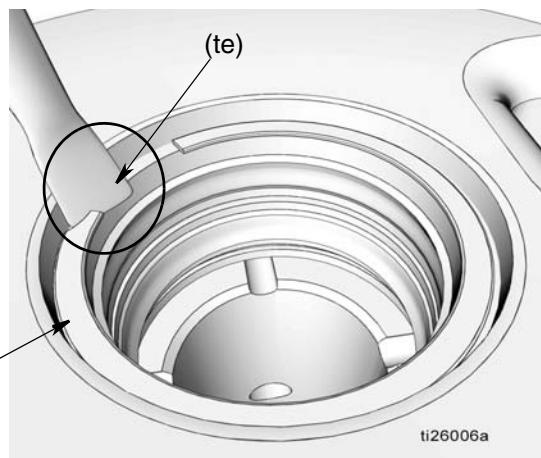
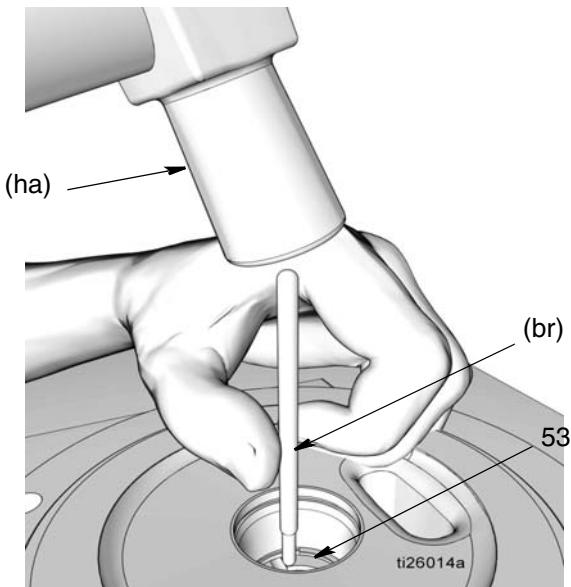

图 26
图 27
- a. 在固定环 (9) 的锥形缘 (te) 下转动小平螺丝刀的刃口，拆下环，如 图 26 所示。
- b. 拆下锥形垫片 (10)、密封 (11) 和垫片 (12)。
- c. 在固定环 (51) 的锥形缘 (fe) 下使用小平螺丝刀的刃口，拆下环，如 图 26 所示，拆下固定环。
- d. 卸下垫片 (12)、密封 (11) 和垫片 (12)。
- 请勿拆下最后的固定环 (51)。**
19. 使用软铜杆 (br) 和锤子轻敲泵元件衬套 (53)，使其从泵底座 (1) 中脱离 (图 27)。